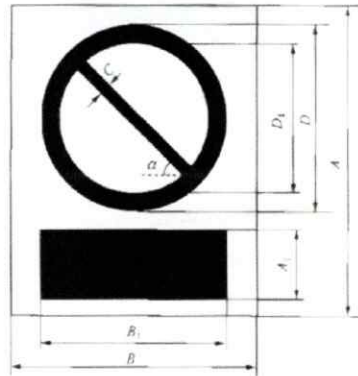

图 A.1 禁止标志牌的制图标准
A.1.2 禁止标志牌的制图标准见图 A.1，其中 $\alpha = 45^\circ$ ，其他制图参数见表 A.1。